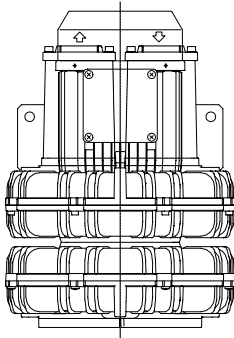
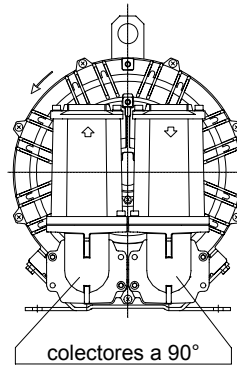

Fig.2
Fig.3
1. Individualar la disposición que le interesa; fig.2, fig.3, fig.4.
Fig.2 con colector a 90°
Fig.3 con 2 colectores a 90°